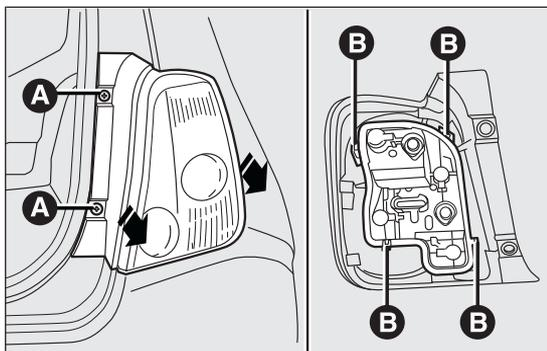

fig. 137
- dévisser les deux vis de fixation A fig. 137 et extraire axialement le groupe optique sans le tourner ;
- extraire la douille de son siège en la libérant des ailettes de blocage B fig. 137 ;